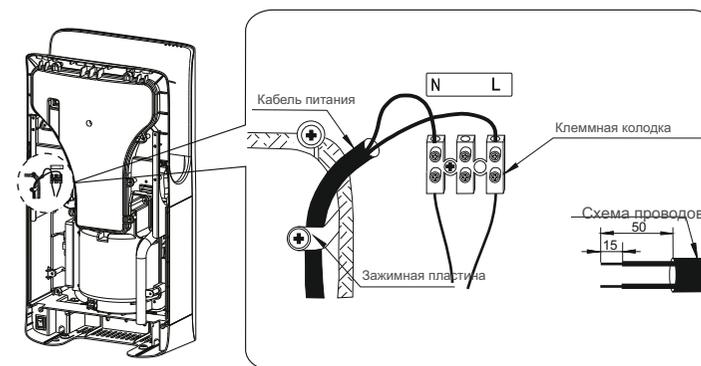

Рисунок 9
7. Закрепите кабель питания в клеммной колодке. (Рисунок 9).